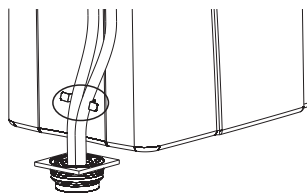

Рисунок 2
6) После завершения этапов установки необходимо выполнить подключение к колонне рис.4, обратите внимание, что устройство находится в рабочем положении (рис. 2). Если устройство находится в состоянии обхода (рис. 3), пожалуйста, вытяните его из сервисного положения (рис. 2).